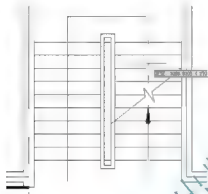
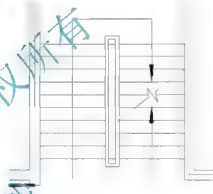

图 2.119 确定第三段箭头杆的长度
图 2.120 绘制出箭头
(5) 在指定下一个点或 [圆弧(A)/半宽(H)/长度(L)/放弃(U)/宽度(W)]: 提示下, 关闭【对象捕捉】功能, 将光标垂直向下拖至如图 2.119 所示的位置后单击, 确定第三段箭头杆的长度。
(6) 在指定下一个点或 [圆弧(A)/半宽(H)/长度(L)/放弃(U)/宽度(W)]: 提示下, 输入“W”后按 Enter 键。
(7) 在指定起点宽度 <0.0000>: 提示下, 输入“80”后按 Enter 键。
(8) 在指定端点宽度 <80.0000>: 提示下, 输入“0”后按 Enter 键。
(9) 在指定下一点或 [圆弧(A)/闭合(C)/半宽(H)/长度(L)/放弃(U)/宽度(W)]: 提示下, 将光标垂直向下拖动, 输入“400”后按 Enter 键, 结果如图 2.120 所示。